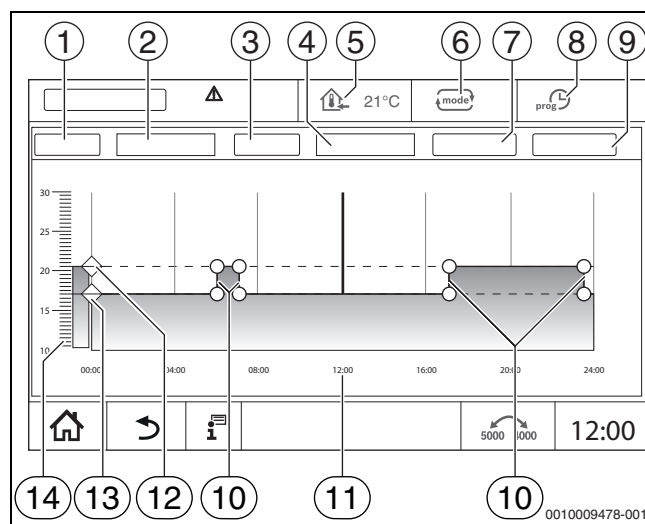

Fig. 24 Programma orario
- Toccare il simbolo e trascinarlo fino alla temperatura corrispondente (→ fig. 24, [15], pag. 21).
- ▶ Toccare il simbolo  e selezionare nell'elenco di selezione il giorno della settimana (→ fig. 24, [2], pag. 21) e il programma desiderato (→ Bild 24, [4], pag. 21).